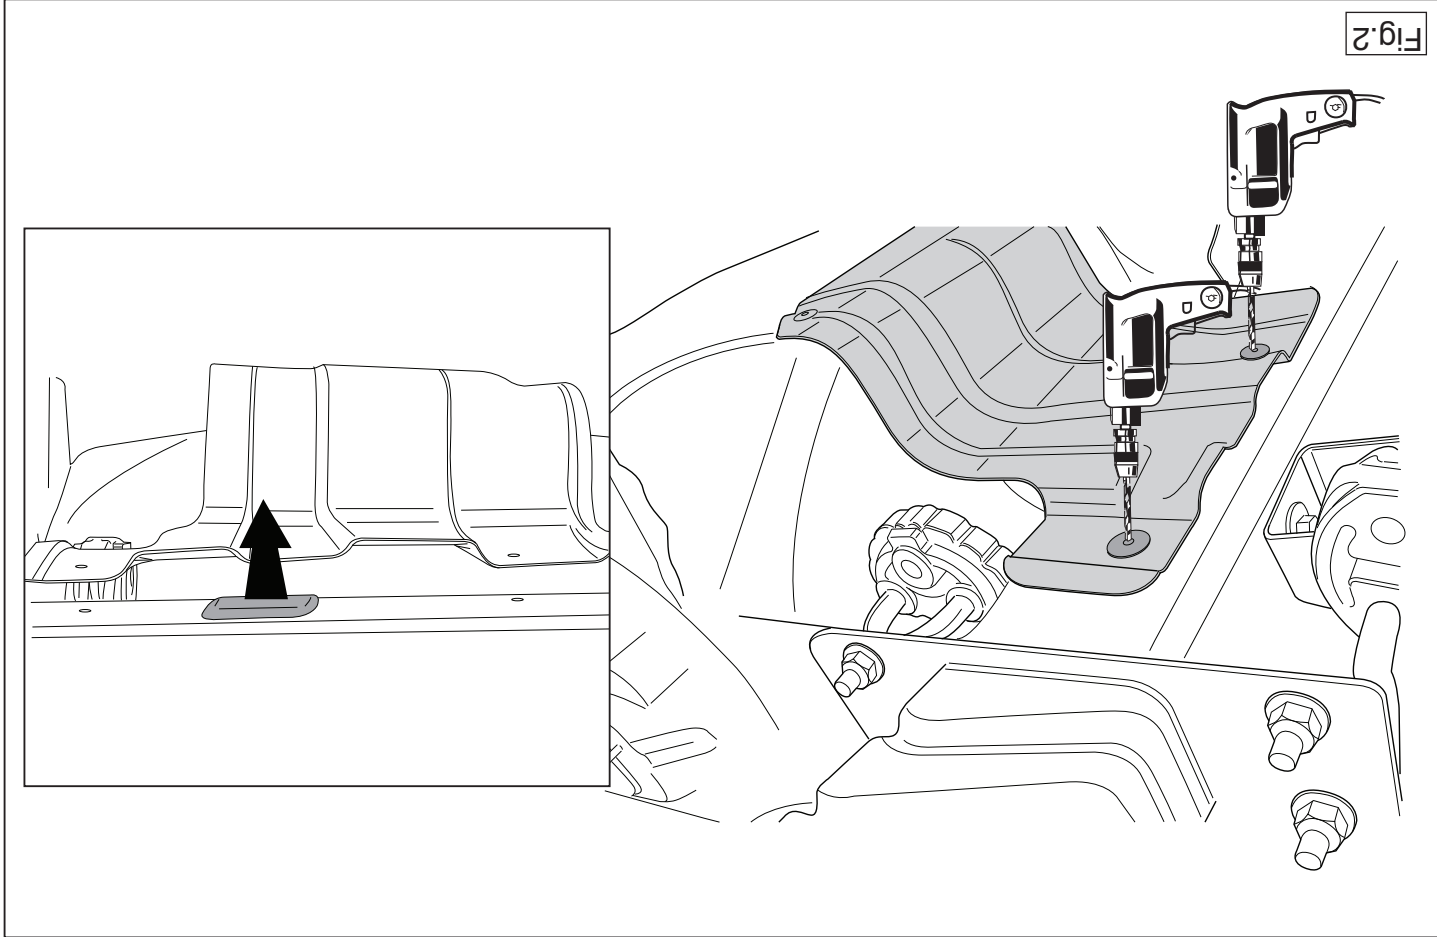

Fig.2
3. Verwijder t.p.v. de aangegeven punten de rubberen doppen (zie fig. 2).
2. Remove the back exhaust silencer and loosen the heat shield. (See figure 2).
3. Remove the rubber caps at the points indicated (see fig. 2).
2. Den hintersten Auspuff-Schalldämpfer abmontieren und das Hitzeschild lösen. (Siehe Abbildung 2).
3. Bei den angegebenen Punkten die Gummikappen entfernen (siehe Abb. 2).
2. Démontez l'échappement du silencieux arrière et détachez le bouclier thermique. (Voir la figure 2).
3. Enlever les bouchons en caoutchouc à l'emplacement des points indiqués (voir la fig.2).
3. Avlägsna gummikåporna vid de markerade punkterna (se fig. 2).
3. Fjern gummikapslerne ved de markerede punkter (jævnfør fig. 2).
3. Retirar a la altura de los puntos indicados los tapones de goma (véase la fig. 2).